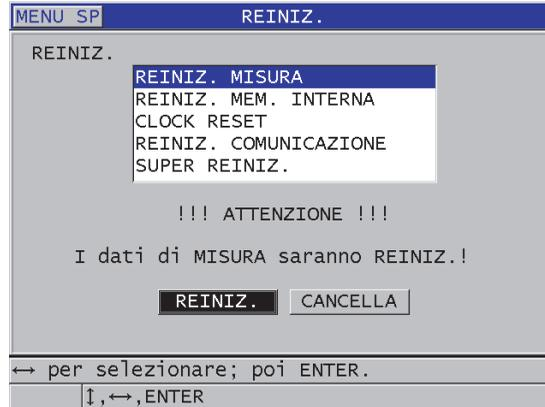

Figura 15-1 Attivazione di una funzione di reinizializzazione
3. Nella schermata **REINIZ.** (vedere Figura 15-1 a pagina 295):